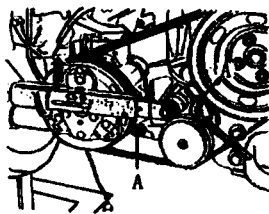

图 2-7 紧固张紧轮固定螺栓
③用 $25\text{N} \cdot \text{m}$ 拧紧力矩拧紧皮带轮紧固螺栓。
④将楔形带套装在粘液型风扇上,并用 $45\text{N} \cdot \text{m}$ 拧紧力矩固定粘液型风扇。
⑤套装空调压缩机楔形带。
⑥如图 2-7 所示,将扭力扳手装在张紧轮固定螺栓上,以 $25\text{N} \cdot \text{m}$ 力矩拧紧螺栓 A。